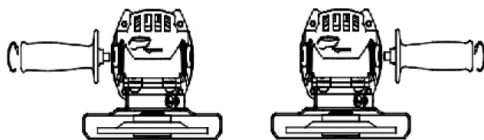

Fig. 2 – Montaje de la empuñadura auxiliar
- Retire el mango auxiliar girándola en sentido contrario a las agujas del reloj, como se muestra en la Fig.2.